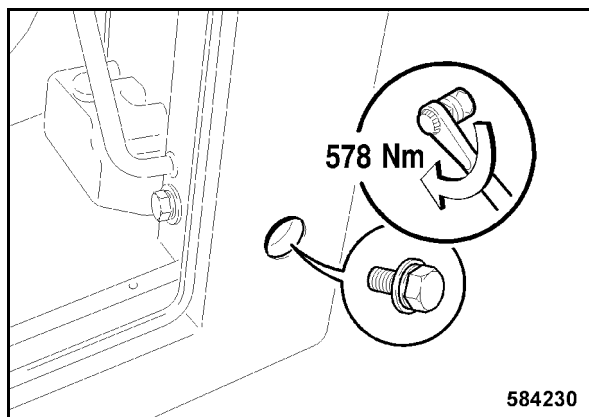

Fig. 178
- El tornillo de fijación trasero, lateral de la izquierda hay que apretar con 578 Nm (Fig. 178).